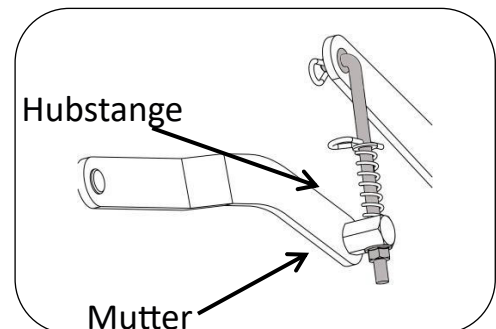

Abbildung 5.1
2. Legen Sie 26-mm-Klötze unter die Vorderkante des Mähwerks und 31-mm-Klötze unter die Hinterkante. 3. Stellen Sie die Sicherungsmutter (rechts und links) so ein, dass das Mähwerk Kontakt mit den 26-mm-Klötzen hält. Siehe Abbildung 5.1